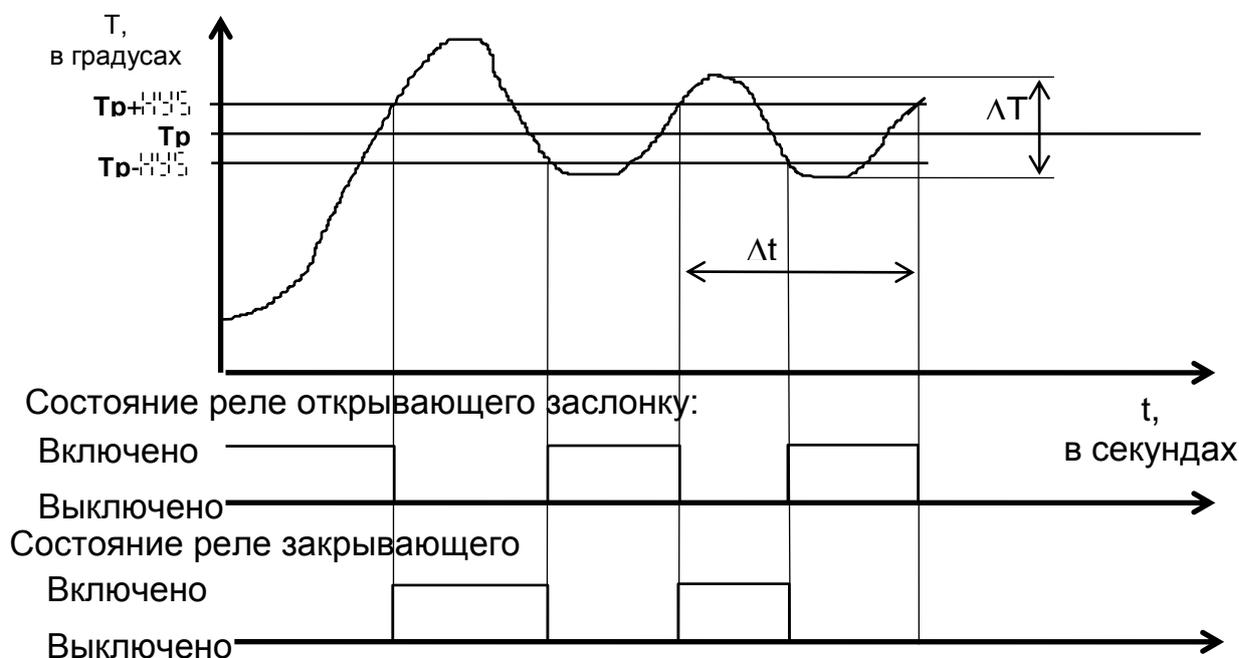

Рис. 4
4.6 Автоматическая настройка параметров $T^{\text{д}}$, $T^{\text{н}}$, $T^{\text{д}}$ и $T^{\text{н}}$ запускается при нажатии и удержании в течение двух секунд кнопки $\text{[} \leftarrow \text{]}$ при индикации параметра $T^{\text{д}}$ в меню параметров $T^{\text{д}}$ (см. Рис. 2). Через две секунды после нажатия кнопки $\text{[} \leftarrow \text{]}$ прибор выходит из меню и переходит в режим автоматической настройки параметров $T^{\text{д}}$, $T^{\text{н}}$, $T^{\text{д}}$ и $T^{\text{н}}$, о чем свидетельствует мигание светодиода 'АТ'. По окончании настройки параметров прибор переходит в режим поддержания заданной температуры T_p или к выполнению шагов программы (если параметр $T^{\text{д}}$ не равен нулю). Автоматическая настройка параметров осуществляется всегда для основного заданного значения T_p независимо от того, задана или нет программа регулирования по шагам. Настройка параметров $T^{\text{д}}$, $T^{\text{н}}$, $T^{\text{д}}$ и $T^{\text{н}}$ производится по методу предельных колебаний. Во время автоматической настройки параметров прибор полностью закрывает заслонку если $T_{\text{тек}} > T_p + \Delta T$, и полностью открывает если $T_{\text{тек}} < T_p - \Delta T$. При этом происходит колебательный процесс по температуре как показано на Рис.4.